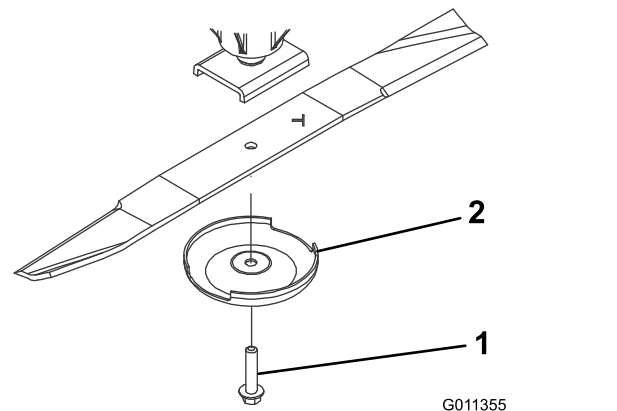

Figura 74
3. Retire del eje de la cuchilla el perno de la cuchilla, el protector de césped y la cuchilla (Figura 74).